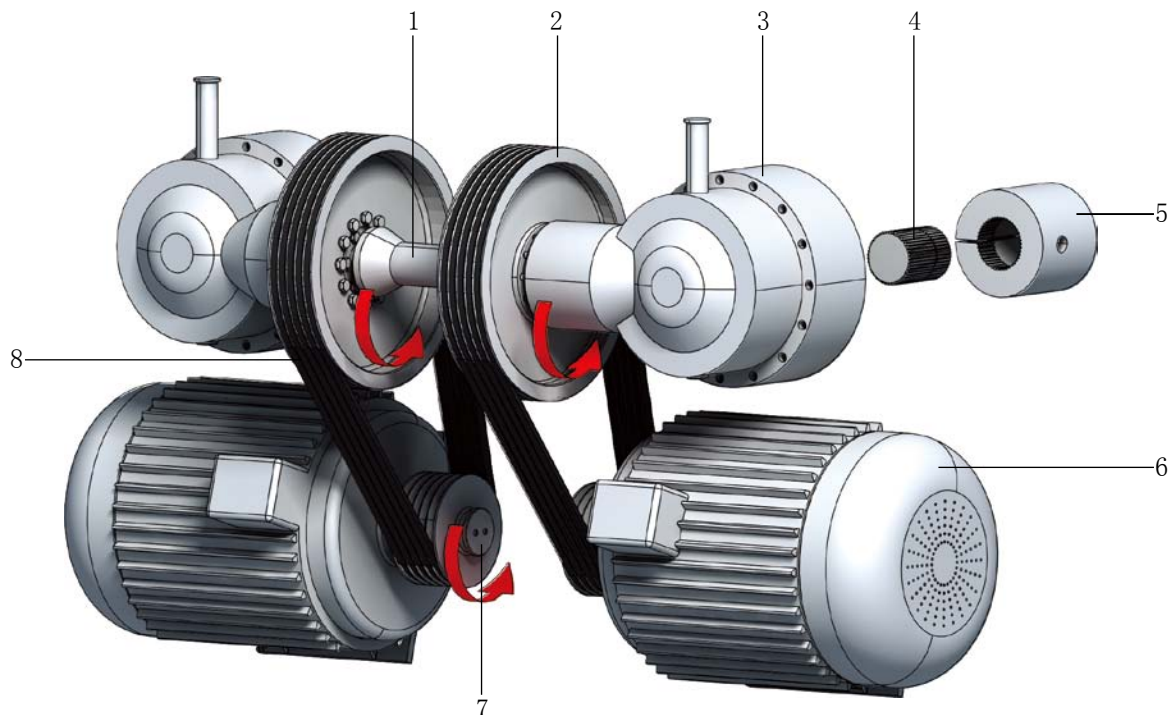

图 1.2-3 传动系统
如图 1.2-3 所示，搅拌机传动系统的主要构成为
(2) 电机接线的具体步骤为：
a) 按图 1.2-3 正确摆放电机，V 带不装；
b) 按图 1.2-3 电机皮带轮箭头方向，单独正确接线；